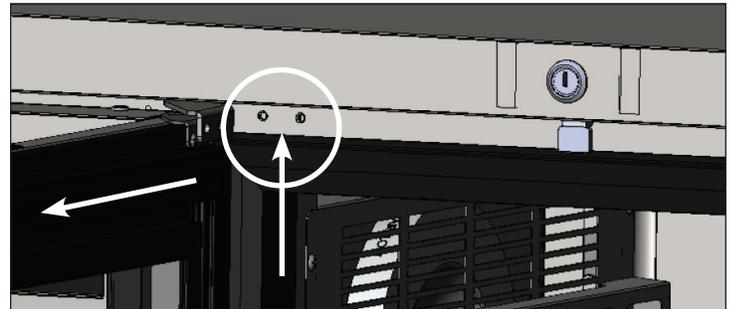

Abb. 2 Oberes Scharnier vom Gerät entfernen
2. Nachdem die Schrauben entfernt wurden, den Winkel auf die Tür klappen. Die Tür oben nach außen kippen, um etwas Abstand zur Arbeitsplatte herzustellen. Die Tür nach oben aus dem oberen Scharnierwinkel heben. Siehe Abb. 2.